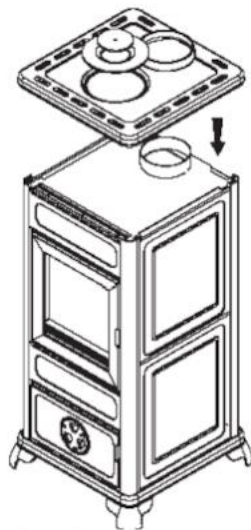

fig. 6
- Reposicionar el top y atornillar nuevamente los 4 tornillos, fig. 6.